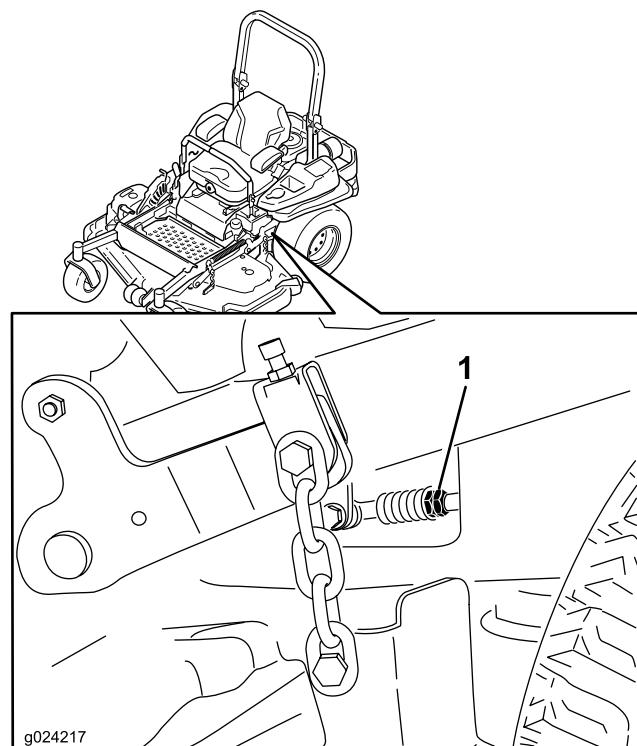

Figure 83
- Amenez les leviers de commande de déplacement en position Point mort. Réglez la longueur des tiges de pompes en tournant les doubles écrous dans le sens voulu jusqu'à ce que les roues tournent légèrement en marche arrière (Figure 83). Amenez les leviers de commande de déplacement en position de marche arrière et, tout en appuyant légèrement sur les leviers, laissez les ressorts d'indicateur de marche arrière ramener les leviers au point mort. Les roues doivent s'arrêter de tourner ou tourner légèrement en arrière.